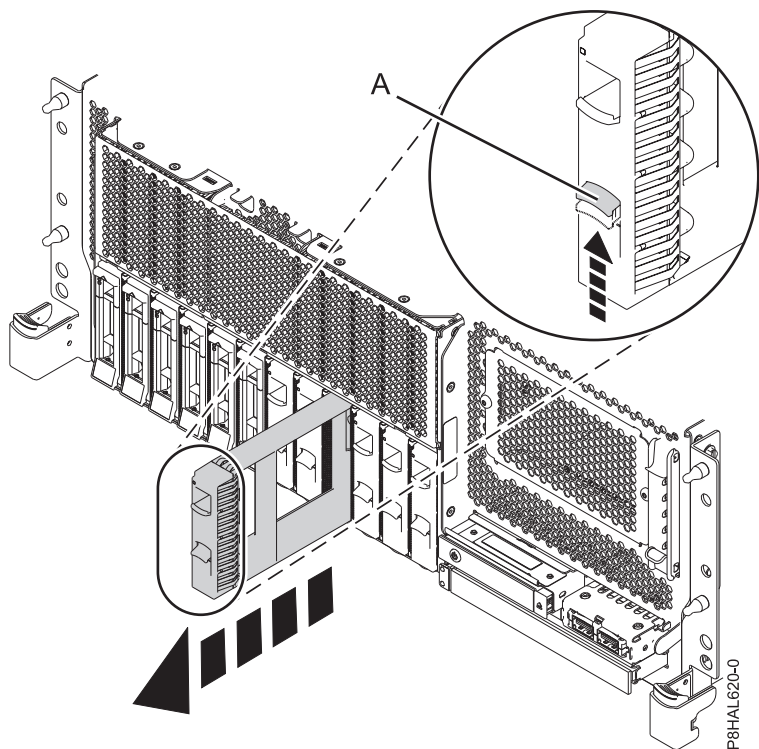

Figure 5. Retrait d'un obturateur d'unité de disque d'un système à fonction de base monté en armoire
- a. Appuyez sur le verrou (**A**) situé sur la poignée de l'obturateur dans la direction indiquée à la figure 5, à la page 8.